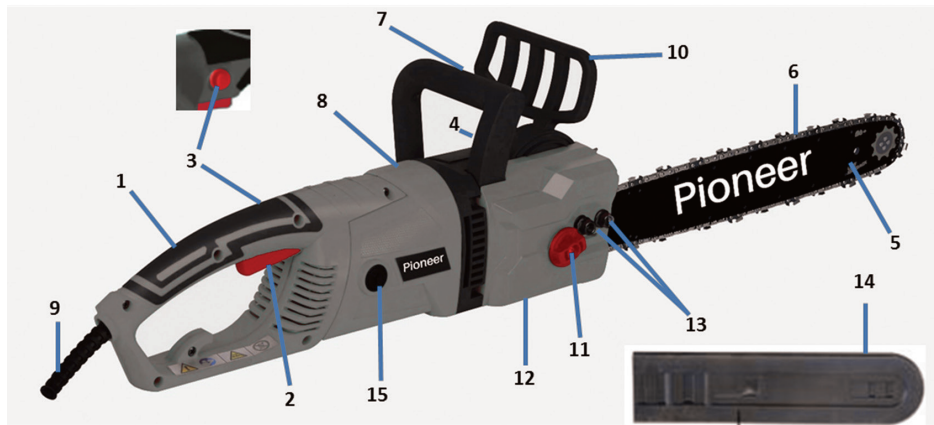

Рис. 1. Устройство электропилы.
- Открутите гайки крепления крышки шины (Рис.1 п.13) и снимите крышку шины (Рис.1 п.12).
- Произведите регулировку натяжения цепи. Данные модели оснащены безинструментальной системой регулировки натяжения цепи. Система состоит из пружины натяжения и рычага (Рис.1 п.11), смонтированных на крышке шины (Рис.1 п.12). возьмите крышку шины в руки и переместите рычаг натяжения в крайнее левое положение,
Установите крышку шины на шпильки и выведите рычаг из зацепления с упором. Придерживая шину закрутите рукой гайки (Рис.1 п.13).
Для заправки бака маслом открутите крышку бака (Рис. 1 п. 4) и залейте необходимое количество масла, затем плотно закрутите крышку бака. Уровень масла в баке контролируйте по указателям на баке.
- Для включения нажмите одновременно кнопку разблокировки выключателя (3) и выключатель питания (2) (Рис.1). Плотнo установите зубчатый упор на дерево. Поднимите пилу за заднюю рукоятку, и слегка нажимая на переднюю, произведите распил дерева.